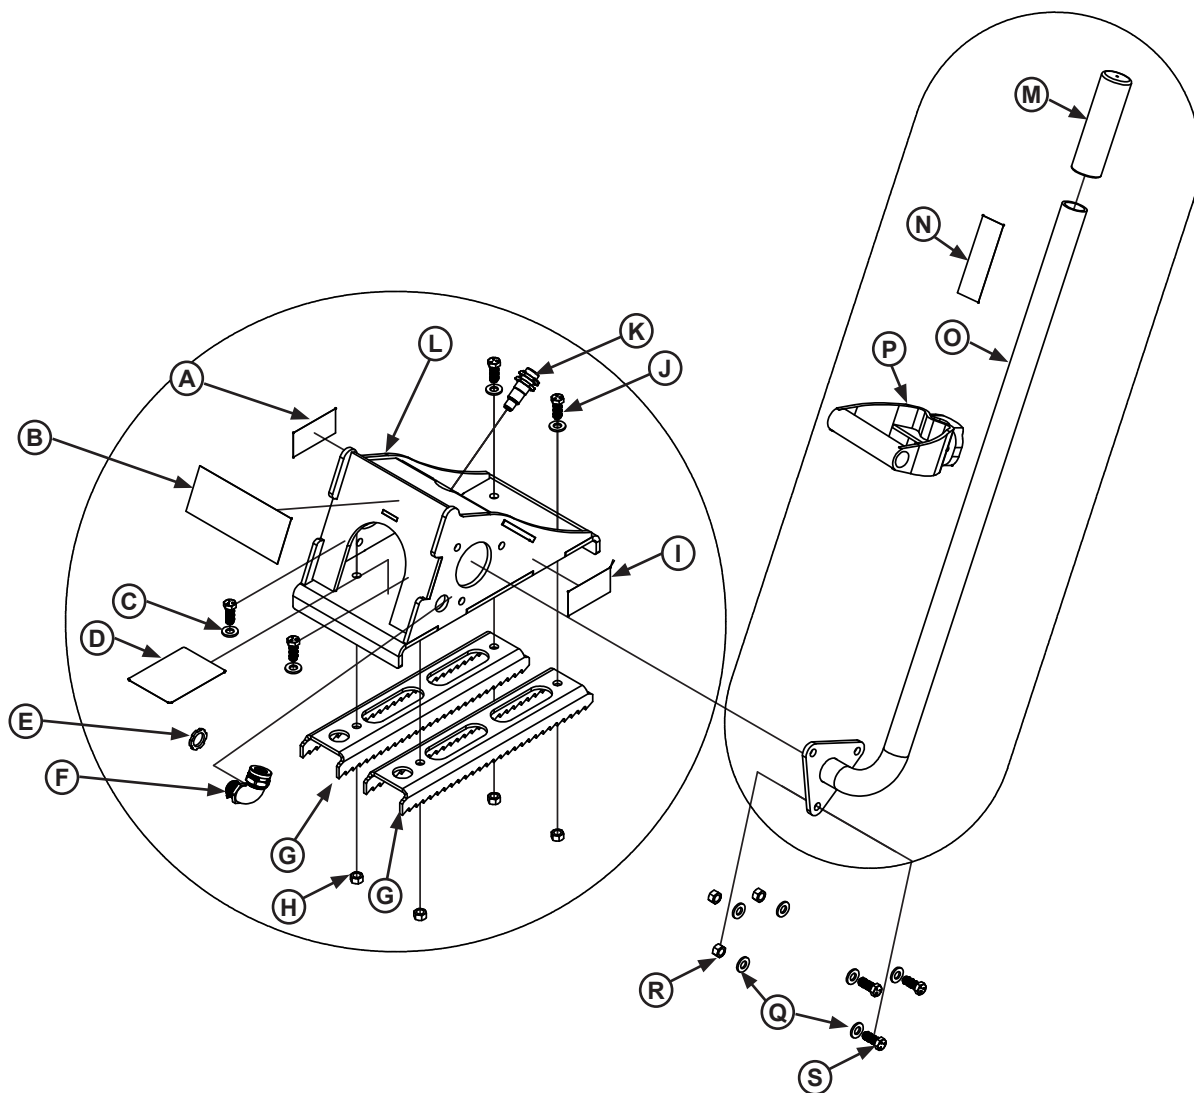

Figure 15
- a. Monter le manche de cale sur la cale à l'aide de la visserie fournie avec le système UniChock. Voir Figure 15.